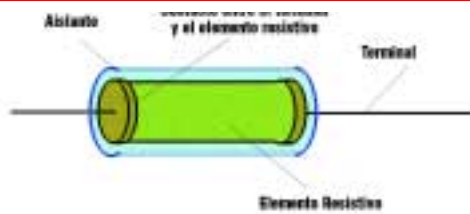

Figura 6
2) Graficando los valores de las tensiones y corrientes de un conductor obtenemos la representación siguiente (figura 6). Unidos los puntos obtenemos una recta inclinada. Esta recta es la "curva características de una resistencia".